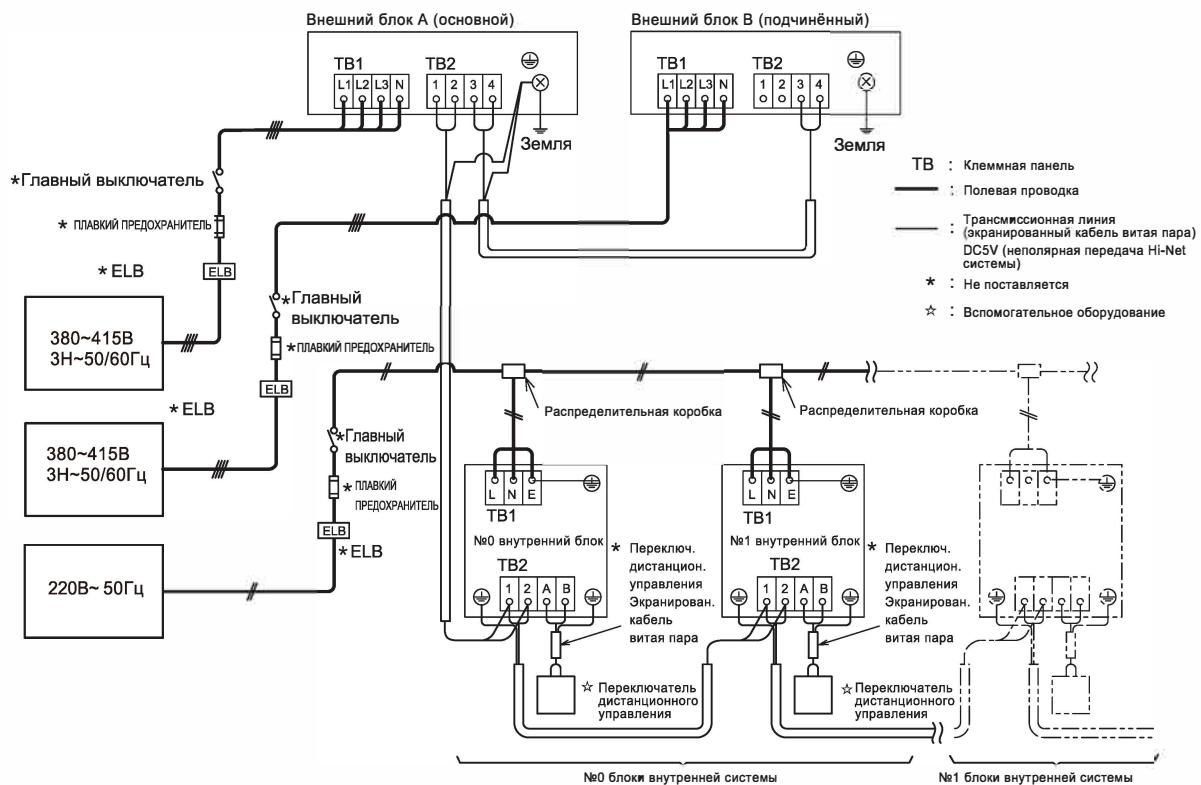

Рис. 6.2 Инструкция к соединению электропроводки
- (1) Подключите проводку питания к каждому внешнему блоку. Подключите ELB, СВ и главный выключатель (S) к каждому внешнему блоку.
- (2) Подключите проводку питания к каждой группе внутренних блоков к тому же внешнему блоку. Подключите ELB, СВ и главный выключатель (S) к каждой группе внутренних блоков.
- (3) Подключите трансмиссионную проводку между внутренними и внешними блоками, как показано на рис. 6.2
- (4) Подключите трансмиссионную проводку в один холодильный цикл блока. (В случае, если трубопровод хладагента внутреннего блока подключен к внешнему блоку, подключите трансмиссионную проводку к одному внутреннему блоку. Подключение трубопровода хладагента и трансмиссионной проводки к разным системам холодильного цикла может привести к неисправности в работе.)
- (5) Для трансмиссионной проводки используйте 2-жильный электропровод, например экранированный кабель витой пары. (Не используйте 3 и более жильный провод.)
- (6) Используйте тот же тип кабелей для Hi-Net-системы того же холодильного цикла.
- (7) Трансмиссионную проводку необходимо отдельить от проводки питания . Сохраняйте расстояние не менее 5см между трансмиссионной проводкой и проводкой питания, а также не менее 1,5м между трансмиссионной проводкой и проводкой питания других электрических устройств. Если вышеуказанное не обеспечивается, вложите проводку питания в металлический трубопровод, чтобы отделить от другой проводки.
- (8) Подключите следующую трансмиссионную проводку к клеммам TB2 1 и 2 внешнего блока A (основного модуля).
- (9) Не подключайте проводку питания к клеммной панели для трансмиссионной проводки (TB2). Возможно повреждение платы печатной схемы.
- (10) Подсоедините провода заземления внешнему/внутреннему. Работа с проводом заземления при условии 100 (макс.) сопротивления земли должна проводиться исключительно квалифицированным персоналом.